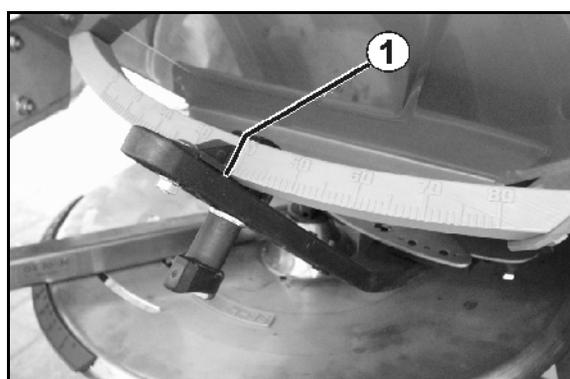

図 30
- 10.   キーを押し、左側のドージングスライダーの読み取りエッジ (図 30/1) が必要なシャッター位置を示すようにします。